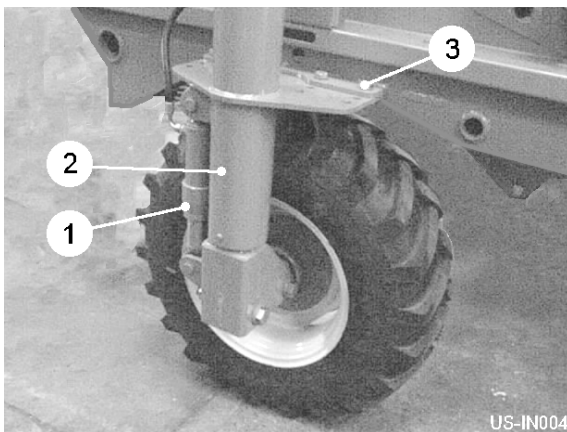
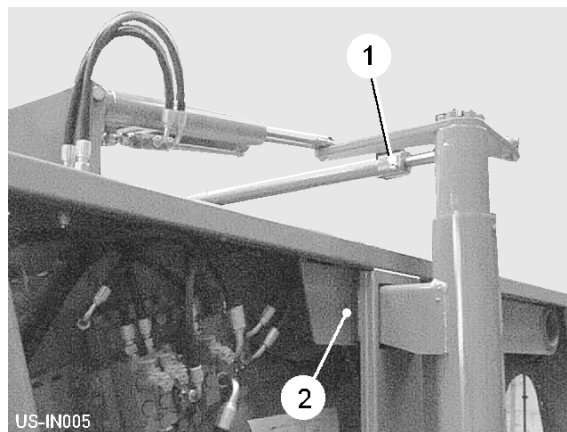

Fig 4
Fig 5
Jedes Rad wird von einem Radbeinpfiler getragen (item 2, fig 4). Die oberen und niedrigeren Winkelringteller haben Einbaulöcher. Die Pfeiler in oder aus zu bewegen, stellt die Radzentren ein, der ausgewählten Bettweite zu passen. Beide Beine müssen zu den gleichen Lochpositionen bestimmt sein, damit die Räder über dem centreline der Maschine symmetrisch bleiben. Ausrüstung zu heben, muß benutzt werden, als das Setzen der Räder.
Entfernen Sie die Fährtenstabsschraube (item 1, fig 5) und (item 3, fig 4 & item 2, fig 5) entfernen Sie die Winkelringteller Einbauschrauben. Beim Benutzen von Hubausrüstung, schieben Sie den Beinpfiler zur erforderlichen Position vorsichtig. Fügen Sie die Einbauschrauben durch (item 3, fig 4 & item 2, fig 5) das relevante Loch in die Winkelringteller ein. Wiederholen Sie das Verfahren für das gegenüberliegende Rad. Schließlich, setzen Sie den Fährtenstab zur korrekten Länge. Überprüfen Sie alle Nüsse und Schrauben sind dicht, nachdem Änderungen vervollständigt worden sind.
Die Steuerknüppel markierten 'MAHINE LEVEL', aktivieren Sie die hydraulischen Zylinder (item 1, fig 4).